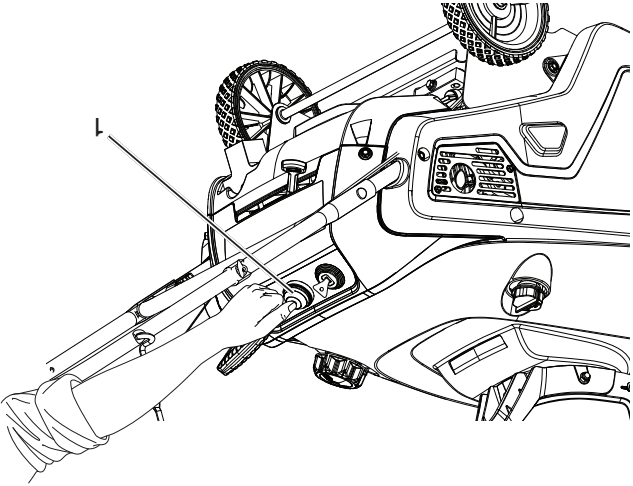

Figure 11 1. Amorceur
3. Appuyer fermement sur l'amorceur à trois reprises avec le pouce, en maintenant l'amorceur enfoncé pendant une seconde avant de le relâcher chaque fois (Figure 11).